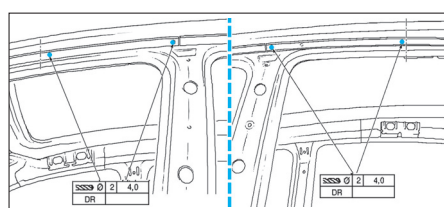

FIG. 84
- Fixer les baguettes d'encadrement supérieur de fixation du joint de renfort de pavillon avec des rivets (fig. 84).